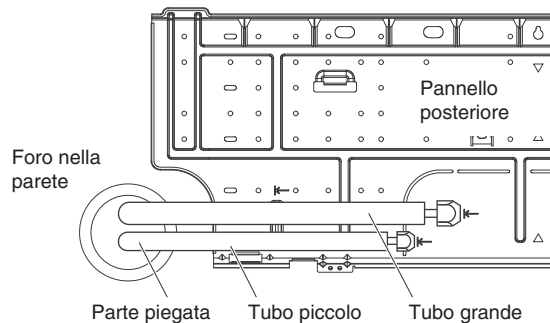

Fig. 3-28
- (1) Fare scorrere nella parete i tubi, compreso quello di scarico, lasciando una lunghezza sufficiente per i necessari collegamenti. Con un piegatubi piegarli quanto necessario per il loro fissaggio. (Fig. 3-28)
- (2) Spostare il tubo e il tappo di scarico.